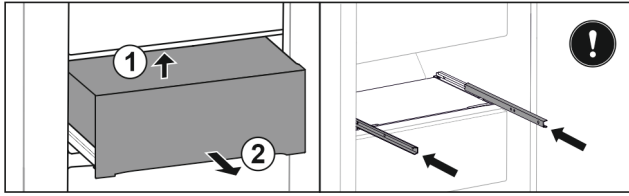

Fig. 148
- ▶ Emelje meg alulról a fiók hátulját. Fig. 148 (1)
- ▶ Vegye ki a fiókot előre felé. Fig. 148 (2)